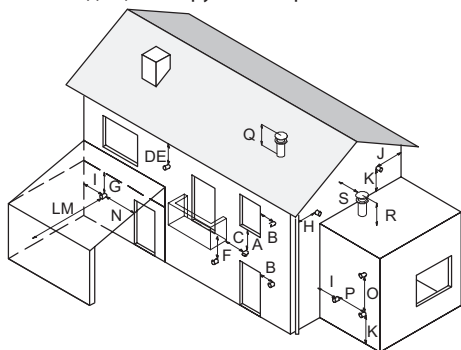

Рисунок 5.16
- устанавливать с соблюдением минимальных расстояний Рисунок 5.16 и действующего национального и местного законодательства.